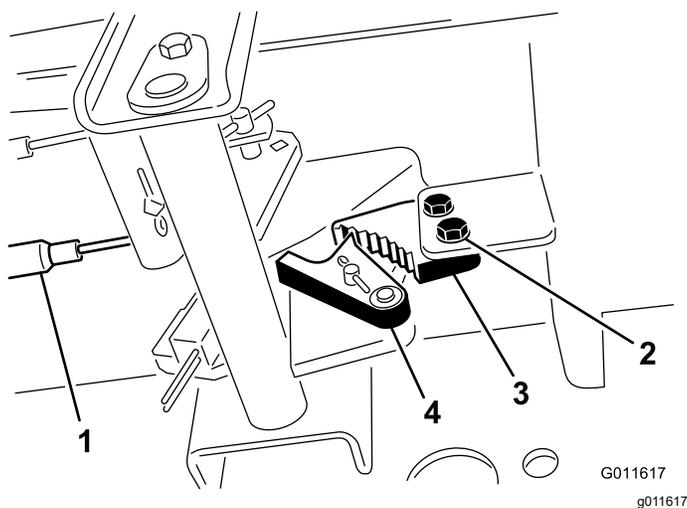

Figura 145
2. Allentate le due viti che fissano il nottolino del freno di stazionamento al telaio (Figura 145).
3. Premete in avanti il pedale del freno di stazionamento finché il fermo non s'innesta completamente nel nottolino del freno (Figura 145).